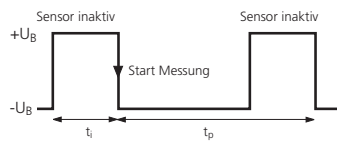

Abb. 3: Externes Synchronisationssignal
■ Hierzu ist am Sync-Eingang aller Sensoren ein Rechtecksignal mit Pulsbreite t_i und Wiederholrate t_p anzulegen (Abb. 3 und technische Daten).